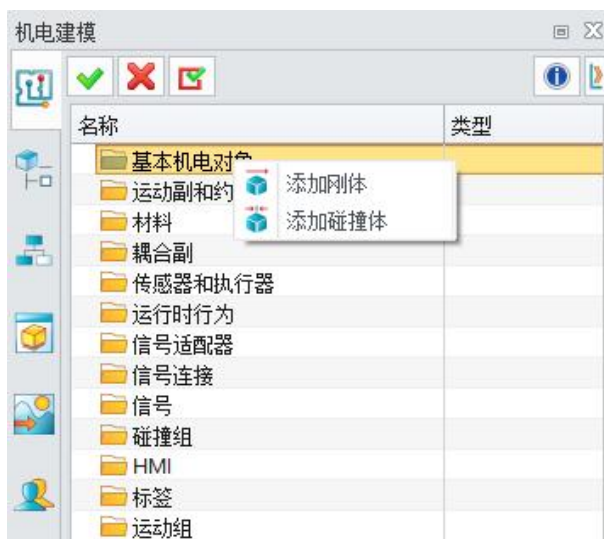

图 7-5: 添加刚体
- 在“IROBOTCAM”界面中点击“机电建模”选项卡。（图 7-5）